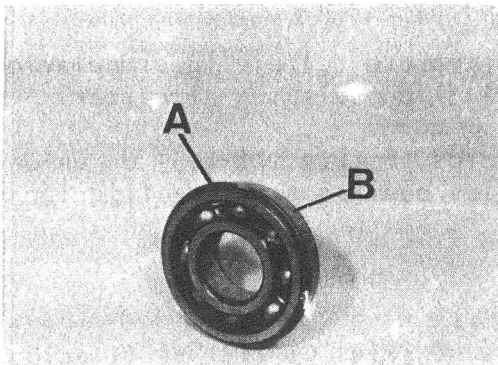

Fig. C1-112 Desmontaje rodamiento trasero
2. Desmontar el anillo elástico, A (Fig. C1-112) de tope del rodamiento, B, usado y se montará sobre el nuevo.
- 2.1. Montar el anillo elástico, A (Fig. C1-112) sobre el nuevo rodamiento, B, del eje principal.